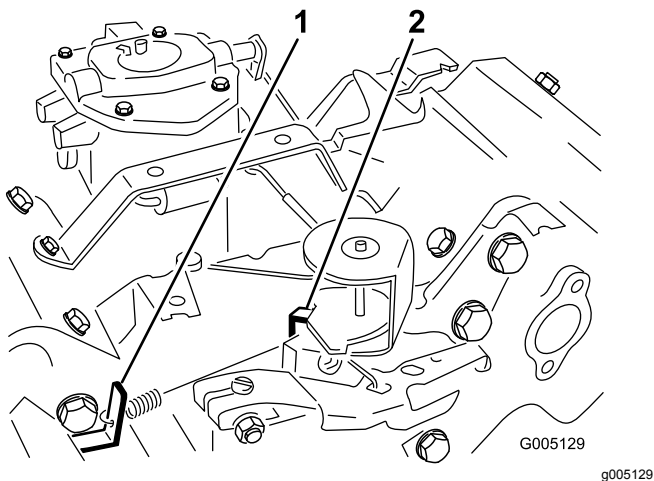

Figure 49
3. Courbez la languette d'ancrage du ressort de ralenti réglé (Figure 49) pour obtenir un régime de ralenti de $1\ 650 \pm 100$ tr/min. Vérifiez le régime avec un compte-tours.
5. Réglez la commande d'accélérateur en position haut régime. Pliez la languette d'ancrage du ressort de haut régime (Figure 49) pour obtenir un haut régime de $2\ 850 \pm 50$ tr/min.